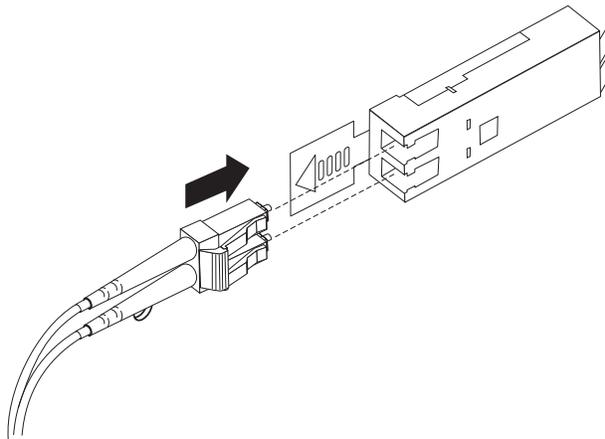

Figura 30. Inserindo um cabo Fibre Channel LC-LC em um módulo SFP
4. Insira com cuidado essa extremidade do cabo LC-LC em um módulo SFP instalado no DCS3700. O conector do cabo é bloqueado com uma chave para garantir que seja inserido corretamente no módulo SFP. Segurando o conector, empurre o cabo até que ele se encaixe na posição, conforme mostrado na Figura 30.